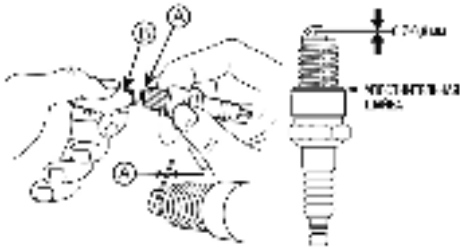

Рис. 22 Проверка зазора между электродами
- Измерьте зазор А между электродами свечи зажигания специальным щупом В. Зазор А должен быть $0,7-0,8$ мм (Рис. 22). При увеличении или уменьшении требуемого зазора, рекомендуется заменить свечу, так как регулировка зазора может привести к изменению качества искрообразования.